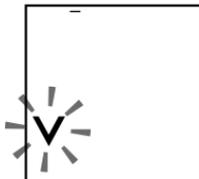

Рис.12
- Нажмите кнопку START/STOP. На дисплее замигает символ срабатывания «V» и прибор выпустит остатки воздуха из манжеты (рис.12).